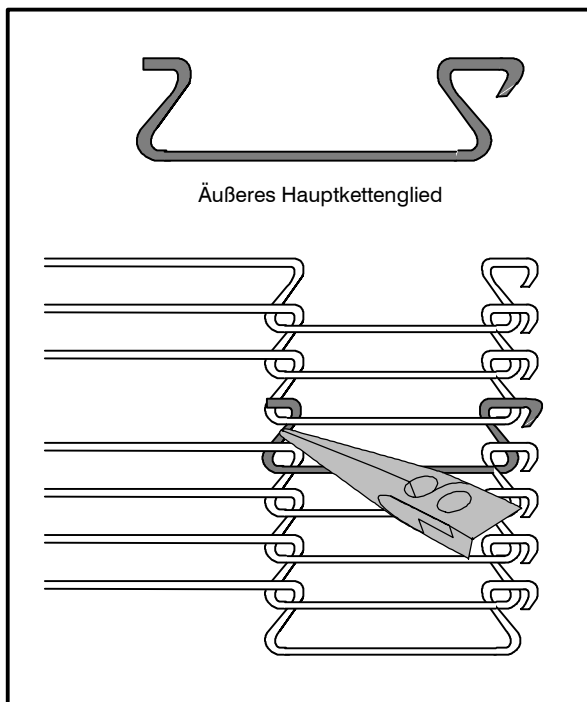

Abbildung 11
7. Installieren Sie die äußeren Hauptkettenglieder. Das Verbinden der beiden Bandenden ist hiermit abgeschlossen. Siehe Abbildung 11